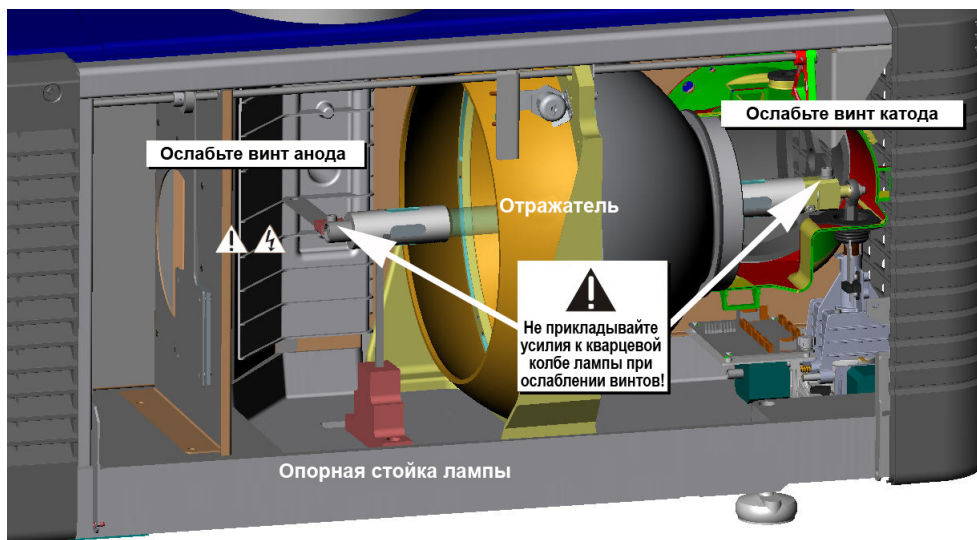

Рис. 4-1 Извлеките старую лампу
- Ослабьте винты на отрицательном и положительном разъемах лампы. Старайтесь прикладывать минимальный крутящий момент и НЕ НАЖИМАЙТЕ на кварцевую колбу лампы. (Рис. 4-1).